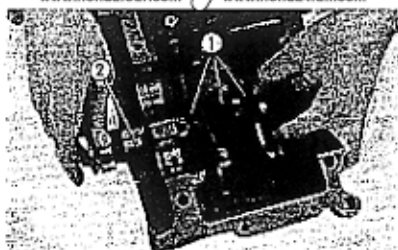

Fig. 3-81 ① Forcellini del cambio.
1. Collocare i tre forcellini (destra, sinistro e centrale) del cambio, nel carter superiore, come indicato in fig. 3-81, e installare il tamburo selettore.